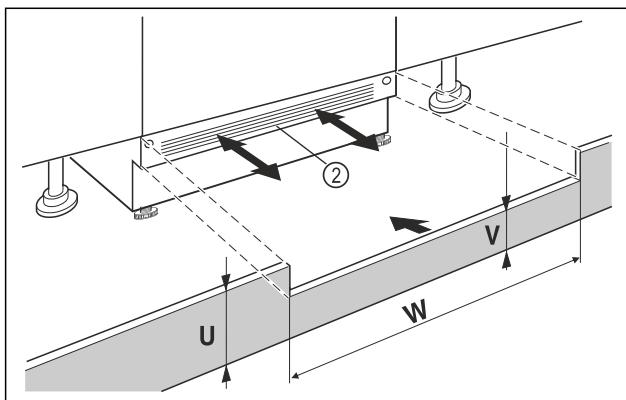

Fig. 71 Beispielhafte Darstellung
- ▶ Gerätesockelblende Fig. 71 (2) aufsetzen aber noch nicht fixieren.
- ▶ Bei sichtbarer Sockelblende Fig. 71 (2), diese so weit nach vorn ziehen, dass Vorderkante Lüftungsgitter und Möbelsockelblende eine Ebene bilden.
- ▶ Bei verdeckter Sockelblende Fig. 71 (2), diese ganz nach hinten schieben.
- ▶ Auf komplett freie Lüftungsschlitzte achten: Bei Bedarf Höhe der Möbelsockelblende Fig. 71 (U) zuschneiden!
- ▶ Entlang der Nischenbreite Fig. 71 (W) die Steghöhe Fig. 71 (V) unter der Gerätesockelblende Fig. 71 (2) einpassen.